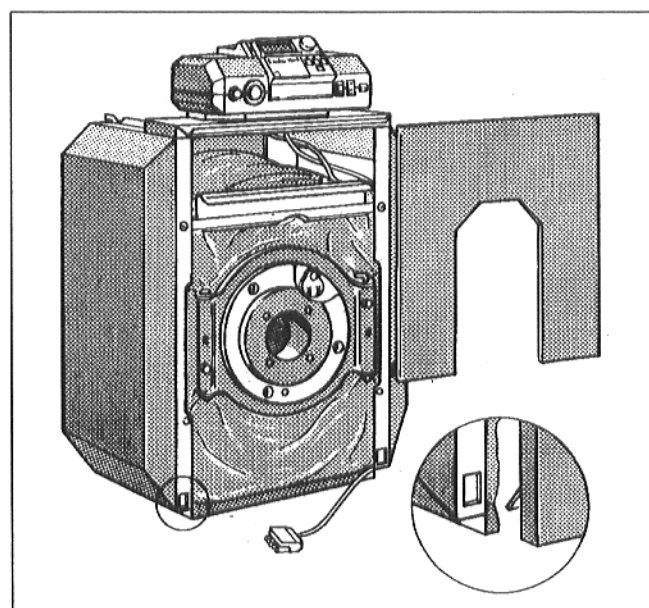

Рис. 24
- Навесить нижнюю переднюю стенку сверху двумя крюками внизу в вырезы окантовки боковой стенки и вверху в траверсу (Рис. 24).